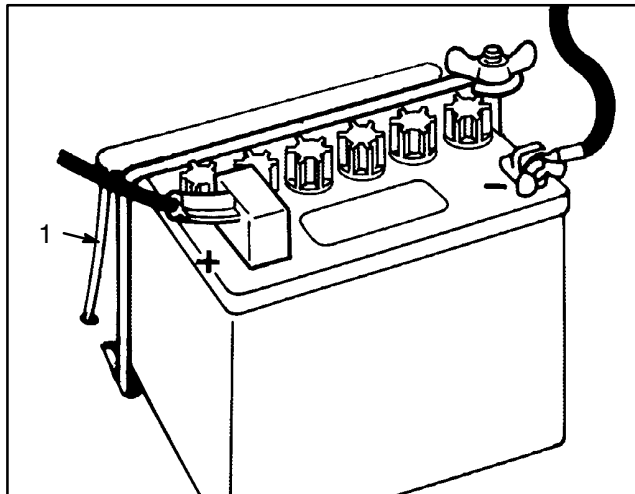

Figure 8
9. Installer la batterie de façon à ce que les bornes soient dirigées vers l'arrière de la machine et que le tube d'aération soit sur la gauche de la batterie, à travers le trou du cadre (Fig. 8).
11. Installer le câble positif rouge (enveloppe caoutchouc sur l'extrémité) sur la borne positive (+) et le câble négatif (noir) sur la borne négative (-) de la batterie et les fixer à l'aide des boulons à tête et des écrous papillons. Glisser l'enveloppe de caoutchouc sur la borne positive afin d'éviter toute possibilité de court-circuit (Fig. 8).